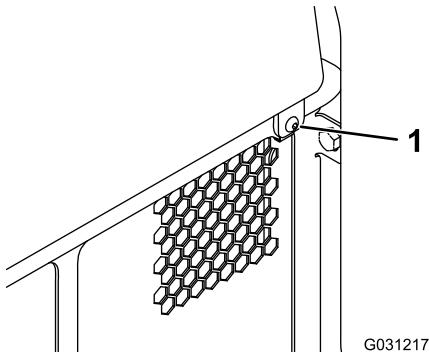

Figure 38
1. Retirez la fixation (Figure 38).
2. Soulevez le couvercle d'accès arrière pour accéder aux composants internes (Figure 38).